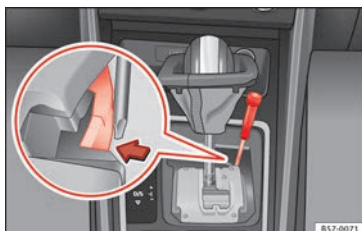

Fig. 56 Palanca selectora: desbloqueo de emergencia en la posición de aparcamiento.
- Con ayuda de un destornillador, presione lateralmente la pestaña amarilla de desbloqueo y manténgala presionada » **fig. 56**.